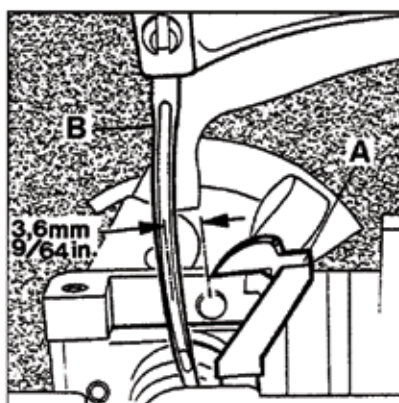

Fig.6A
Set the looper (A, Fig. 6A) to the distance between the center of the needle (B) to the point of the looper of 3.6mm (9/64") when the looper is at its farthest right end position from the needle. Looper gauge 21225-9/64 can be used advantageously in making this setting.
Stellen Sie den Greifer (A, Fig. 6A) so, dass der Abstand von der Nadelmittle (B) bis zur Greiferspitze 3.6 mm beträgt, wenn der Greifer in seiner rechten Endstellung zur Nadel steht. Die Greifereinstelllehre Nr. 21225-9/64 erleichtert diese Einstellung.